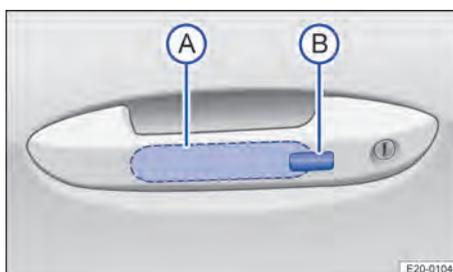

Fig. 45 Na maçaneta da porta dianteira: superfícies do sensor.
1. Tocar na superfície do sensor → Fig. 45 (A) no lado interno da maçaneta da porta.
2. Tocar na superfície do sensor → Fig. 45 (B) no lado externo da maçaneta da porta.
2. Dentro de cinco segundos, tocar uma vez no sensor no lado externo da maçaneta da porta → Fig. 45 (B). Assim, não agarrar na maçaneta da porta.